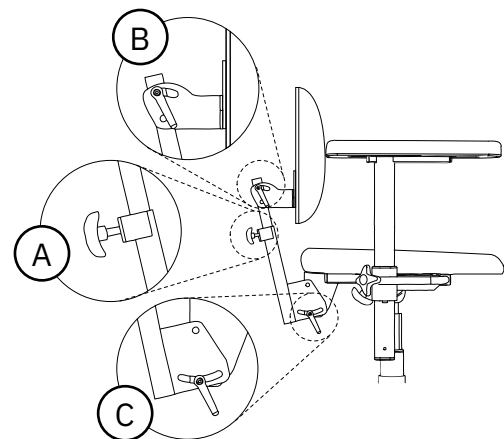

Figure 5.41. Mécanisme de dossier Standard.
Standard peut s'ajuster en hauteur (A), en inclinaison du dossier (B) et en inclinaison du dispositif d'escamotage (C), voir figure 5.41. Le dispositif d'escamotage du dossier peut s'ajuster dans une plage allant de 15 ° vers l'avant à 30 ° vers l'arrière.